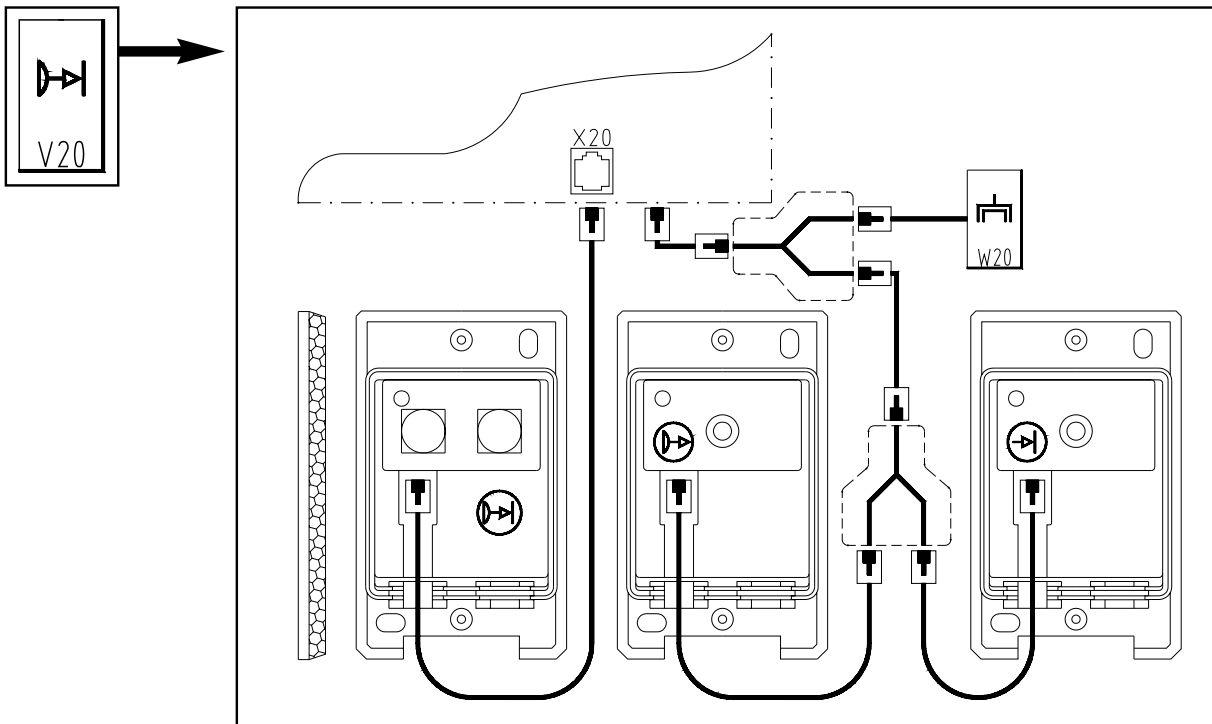

Fig. 11: Conexión célula fotoeléctrica
- Conecte la célula fotoeléctrica en la hembrilla **X20** con el mando. El cableaje de la célula fotoeléctrica se realice según indica fig. 11. Para información más detallada consulte las instrucciones de montaje de la célula fotoeléctrica.